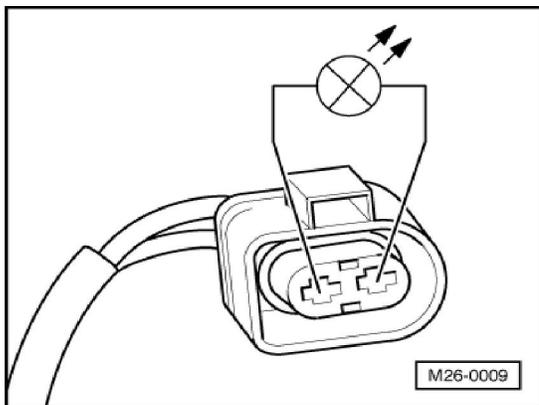

Fig.37 Conector doble de electroválvula N249
-Si la válvula no se activa desconecta rápidamente el conector de dos contactos y conecta ahí una lámpara de diodo (fig.37).